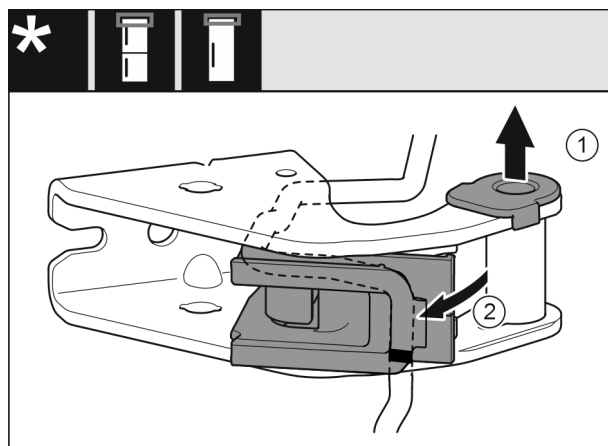

Fig. 17
- ▶ Витягніть із напрямної опорну втулку. Fig. 17 (1)
- ▶ Поверніть вбік тримач кабелю. Fig. 17 (2)